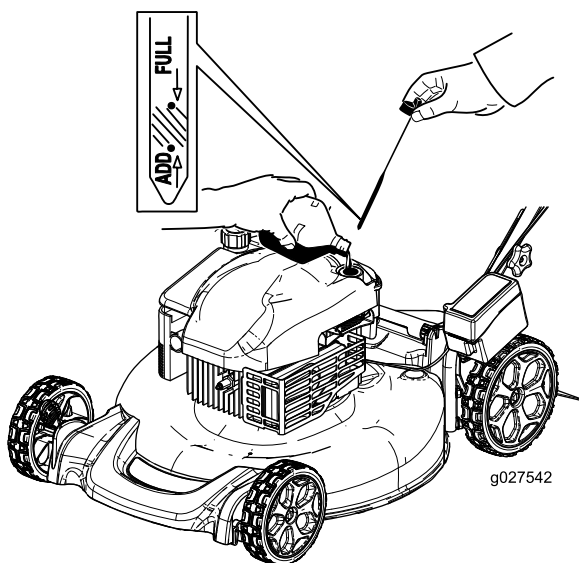

Bild 11
5. Nehmen Sie den Peilstab heraus und lesen den Ölstand ab, siehe Bild 11.
2. Ziehen Sie den Peilstab (Bild 11) heraus.